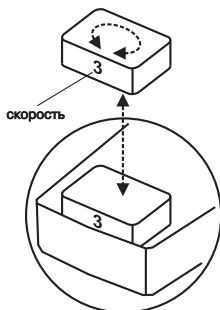

Рис.7. Переключение скорости трехфазного насоса
- Для переключения скорости трехфазного насоса необходимо вынуть переключатель из разъема и установить его таким образом, чтобы цифра с обозначением скорости была видна через прозрачное окно на корпусе насоса (**см. Рис.7**). Переключатель скорости у трехфазного насоса находится под защитной крышкой;